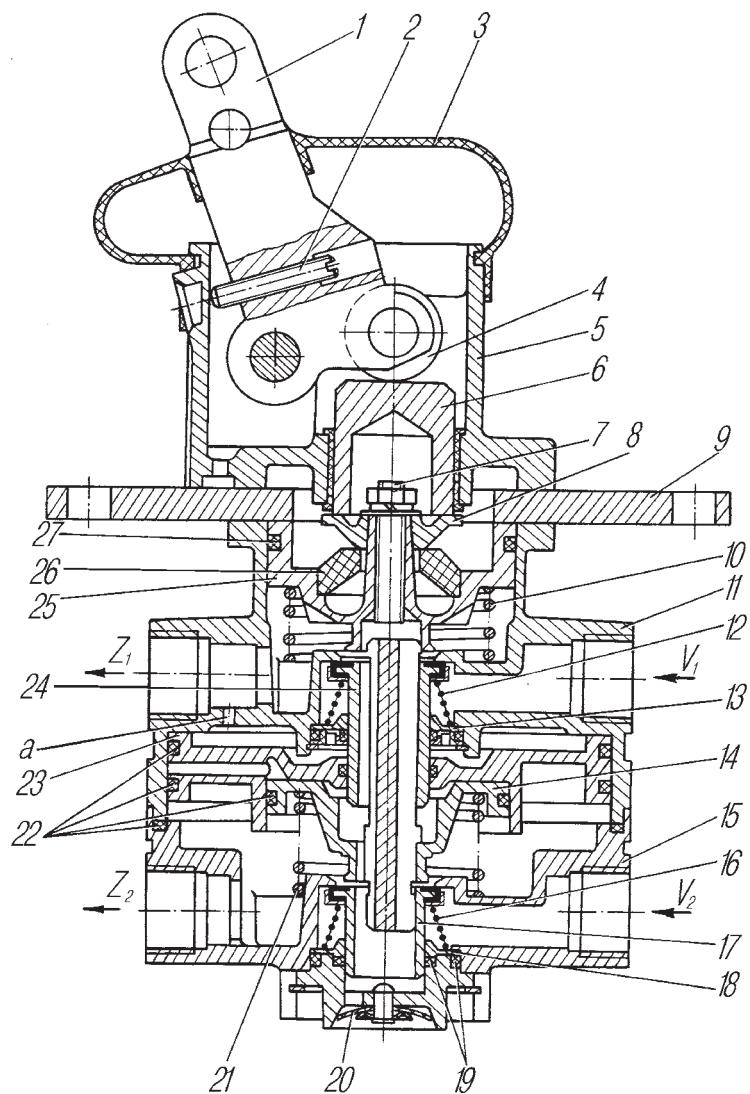

Рис.70. Кран тормозной:
**Двухсекционный тормозной кран** (рис. 70) предназначен для управления исполнительными механизмами рабочей тормозной системы автомобиля, а также для управления клапаном привода тормозов прицепа.